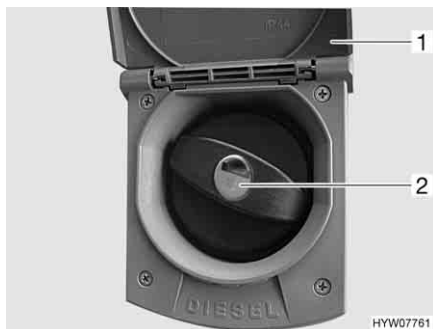

Fig. 25 Coperchio per bocchettone di riempimento per il rifornimento di carburante
- Alzare lo sportello (Fig. 25,1) verso l'alto.
- Inserire la chiave nel cilindro della serratura (Fig. 25,2) e ruotare in senso antiorario.